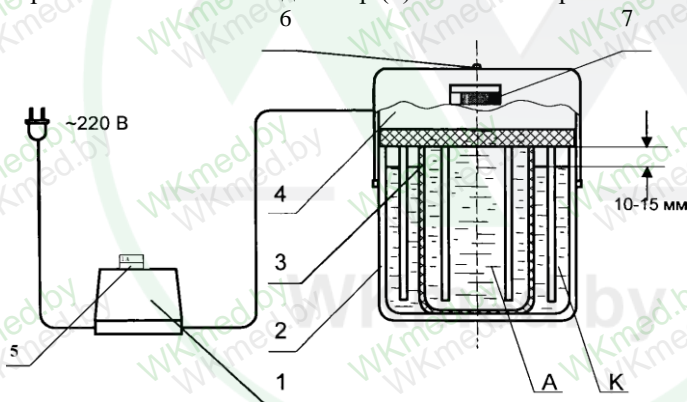

Рис. 1 - Общий вид электроактиватора
4.1 Электроактиватор состоит из четырех основных частей (рис. 1):
- блока питания (1);
- основной ёмкости (2);
- керамического стакана (3), вставляемого в основную ёмкость;
- съёмной верхней крышки (4) с электродами.
6.6 Включите вилку шнура блока питания в розетку ~220 В. Запомните время включения. О работе электроактиватора сигнализирует свечение индикатора напряжения на электродах (6, рис. 1). Убедитесь визуально, что выделение пузырьков газа наблюдается на обоих катодах.